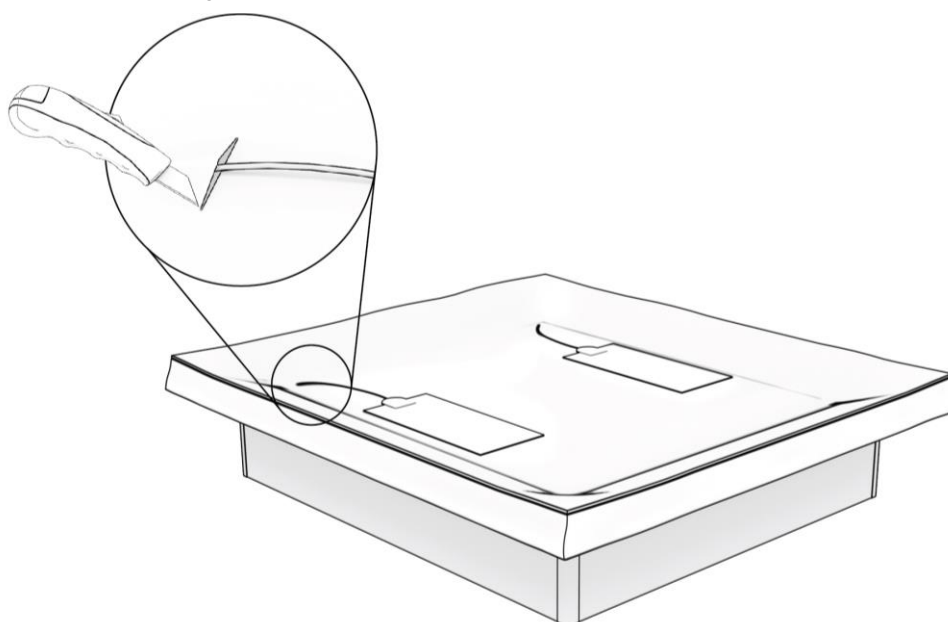

Abbildung 10: Installieren der Isoliermatte, Positionieren der Heizelemente und Schneiden der Schlitz in die Isoliermatte
Schritt 9. Dieser Schritt ist nur dann erforderlich, wenn Sie eine zusätzliche Isoliermatte gekauft haben. Wenn Sie diese nicht haben, fahren Sie bitte direkt mit Schritt 10 fort. Falls Sie eine Isoliermatte haben, müssen Sie die 1 cm dicke Schaumstoff-Isoliermatte auf Boden des Bezuges legen, wie in Abbildung 10 dargestellt. Legen Sie die Heizelemente nicht, wie im vorherigen Schritt gezeigt, auf den Boden des Bezuges, sondern legen Sie die Heizelemente auf die Isoliermatte, wie in Abbildung 10 dargestellt. Schneiden Sie Schlitz in die Isoliermatte in Höhe der Schlitz im Boden des Bezuges und führen Sie die Heizelementkabel durch diese Schlitz in der Isoliermatte, im Bezug und durch die Löcher in den Bodenplatten.